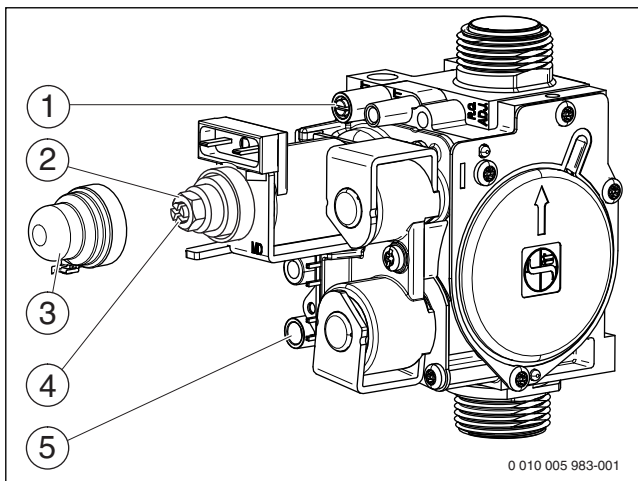

Рис. 32 Газовая арматура
- ▶ Отверните уплотнительный винт штуцера измерения давления на форсунках (рис.32, [1]) и подсоедините U-образный манометр.
- ▶ Снимите крышку (рис.32, [3]).
- ▶ Значение «min» давления (мбар) на форсунках приведено в таб. на стр. 42. Установите давление на форсунках регулировочным винтом минимального расхода газа (рис.32, [4]).
- ▶ Выключите котёл и закройте газовый кран, отсоедините манометр и заверните уплотнительный винт (рис.32, [1]).
- ▶ Отверните уплотнительный винт на штуцере измерения подаваемого давления газа (рис.32, [5]) и подсоедините манометр.
- ▶ Установите и опломбируйте крышку (рис.32, [3]).